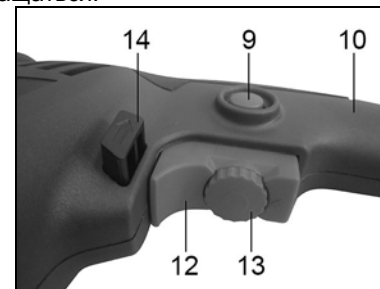

Рис. 5.
8.3. Изменение направления вращения сверлильного патрона (Рис. 5).
8.1. Включение (Рис. 5).
8.2. Регулировка частоты вращения сверлильного патрона (Рис. 5). только для ДУЭ-750ЭР/13М (Арт. 50081).